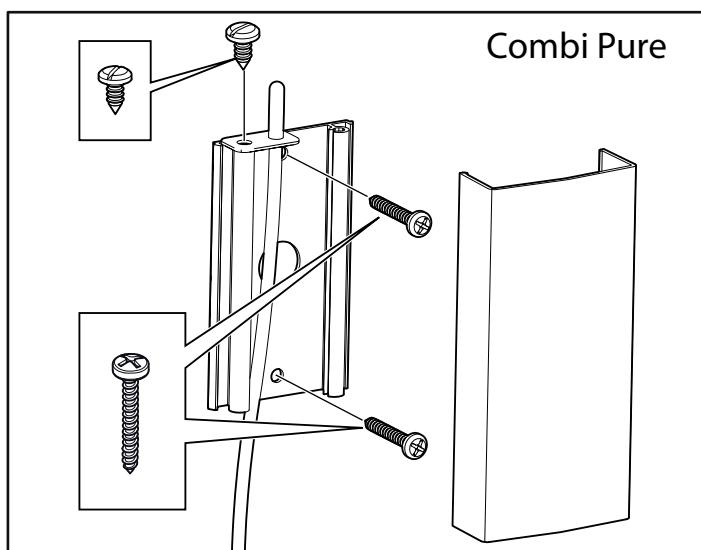
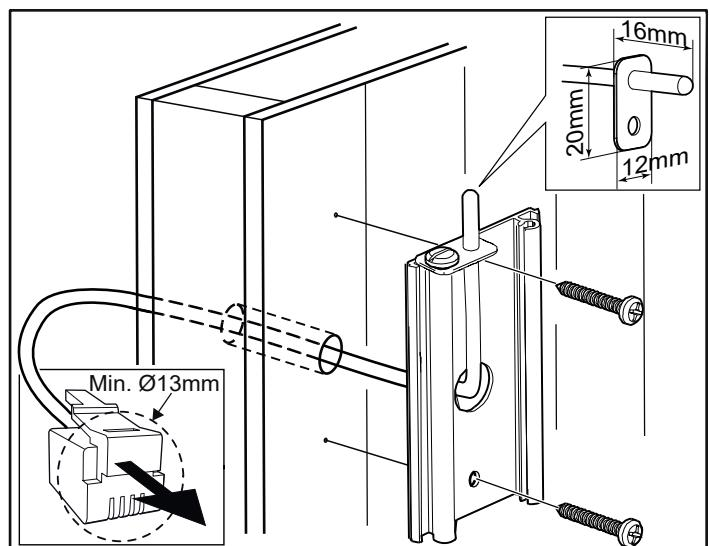

Fig 14: Montering av sensorn - Combi Pure
Fig 16A: Ledningsdragning genom vägg. Exemplet visar sensorn för Combi Pure.
12. Montera sensorn på väggen se Fig 14 och 15. Termistorledningen kan även dras igenom väggen, se Fig 16A och 16B. Täta eventuella hål i väggen bakom sensorn. Termistorledningen kan förlängas utanför bastun med svagströmsledning (2-, 4-ledad).